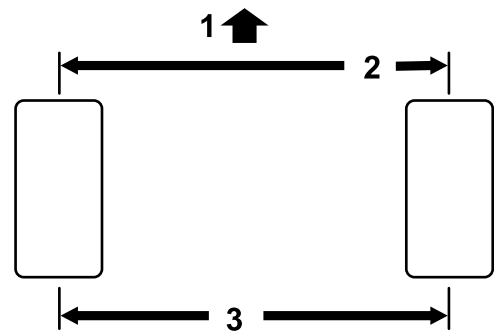

Bild 137
**Hinweis:** Die Vorspureinstellung des Hinterrads ist korrekt, wenn die Differenz zwischen dem am vorderen und hinteren Rand des Reifens gemessene Abstand 6 mm oder weniger beträgt. (Bild 137).